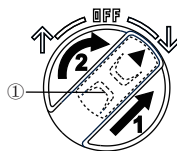

Figura 9
### Accensione e spegnimento del prodotto (Figura 9)
1. Per accendere, spingere in avanti il blocco di sicurezza (1) situato al centro dell'interruttore On-Off (12). Ruotare l'interruttore On-Off (12) verso destra come illustrato nella figura 9.
2. Per spegnere, portare l'interruttore di accensione (12) in posizione centrale "OFF".